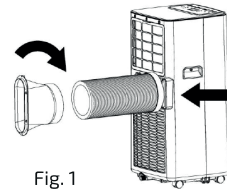

Fig. 1
- Installieren Sie den Heizschlauch (Wie auf der Abb.1 zu sehen ist): verschrauben Sie den Heizschlauch (am Ende Abfußrohr) in die Ablauföffnung in das hintere Panel.